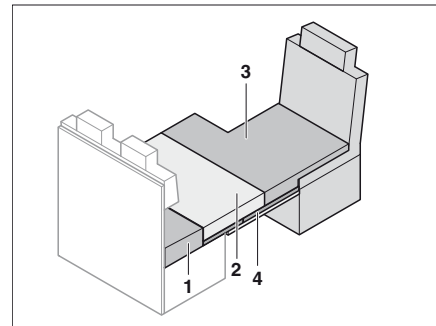

Bild 193 Efter ombyggnaden
- Lägg extradynan (Bild 193,3) på förarstolen.
- Lägg sittdynan (Bild 193,2) på underlägget för extrasängen.